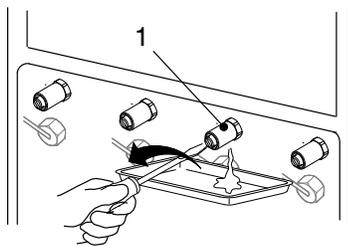

Fig. 3-10
2. Coloque um recipiente sob as válvulas de purga (1, fig. 3-10), que se devam abrir.